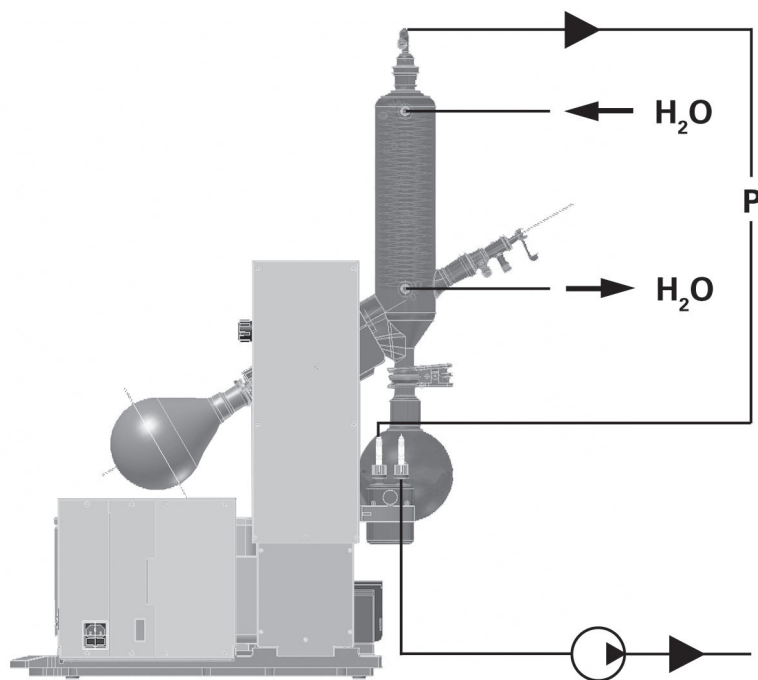

рис. 14
- ☞ Подсоедините шланги для воды к охладителю по принципу противотока (рис. 14).